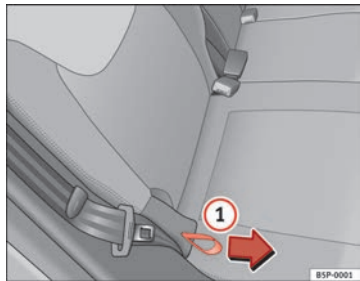

Abb. 98 Einstellung der Lehnenneigung, Rücksitz
- Halten Sie die Rückenlehne oben fest. Ziehen Sie die seitliche Zugschlaufe am Sitz ⇒ Abb. 98 ① in Pfeilrichtung und halten Sie die Zugschlaufe in dieser Stellung. Drücken Sie die Rückenlehne in die gewünschte Stellung nach hinten und lassen Sie die Zugschlaufe los.